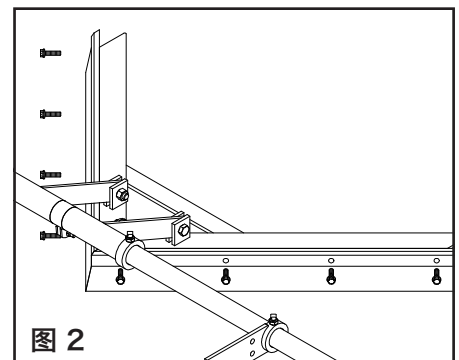

图 2
2. 将安装架水平或垂直放置。固定杆的中心线必须位于回程输送带上方 200-350 mm (8-14") 之间以保证其性能(图 2)。
2. **拆下磨损的刮刀。** 松开将磨损的刮刀固定到空段清扫器主框架的所有螺栓。取下刮刀并清除空段清扫器框架上堆积的物料(图 2)